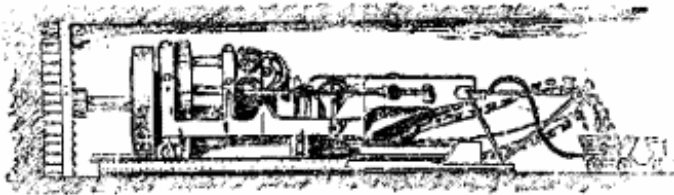

Рис. 60. Машина Бомона для сверления туннелей.
1) Эта буровая машина, представляет бурав диаметром 2,15 м с горизонтальной осью вращения, вращающейся со скоростью 2 — 3 оборотов в минуту, и приводимая в движение сжатым воздухом или электричеством (рис. 60).